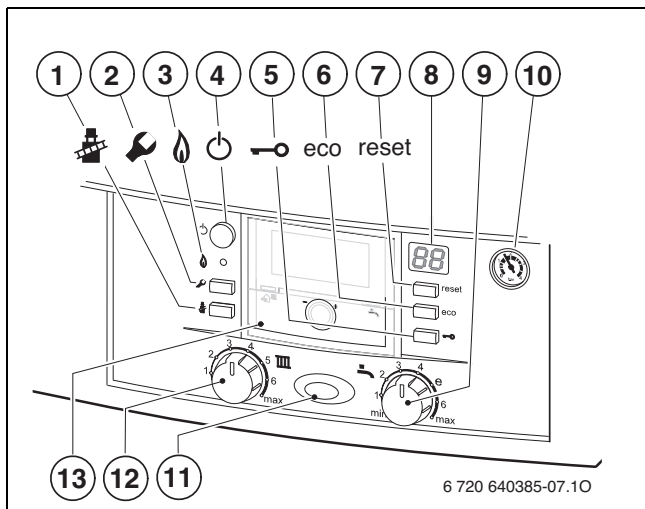

Bild 7
- witterungsgeführter Regler im Gerät eingebaut, → Bild 7, [13], Seite 17.